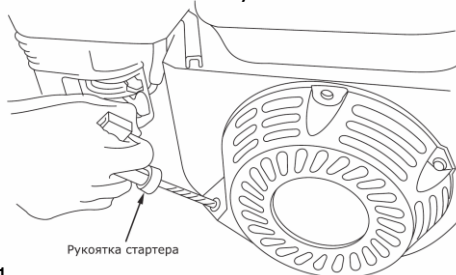

Рисунок 11
- Запустите двигатель, потянув за рукоятку ручного стартера (Рисунок 11). **ВНИМАНИЕ!** При вытягивании шнура может создаваться отдача. Для моделей с электрическим стартером нажмите клавишный переключатель (положение ПУСК). Отпустите выключатель после запуска двигателя.